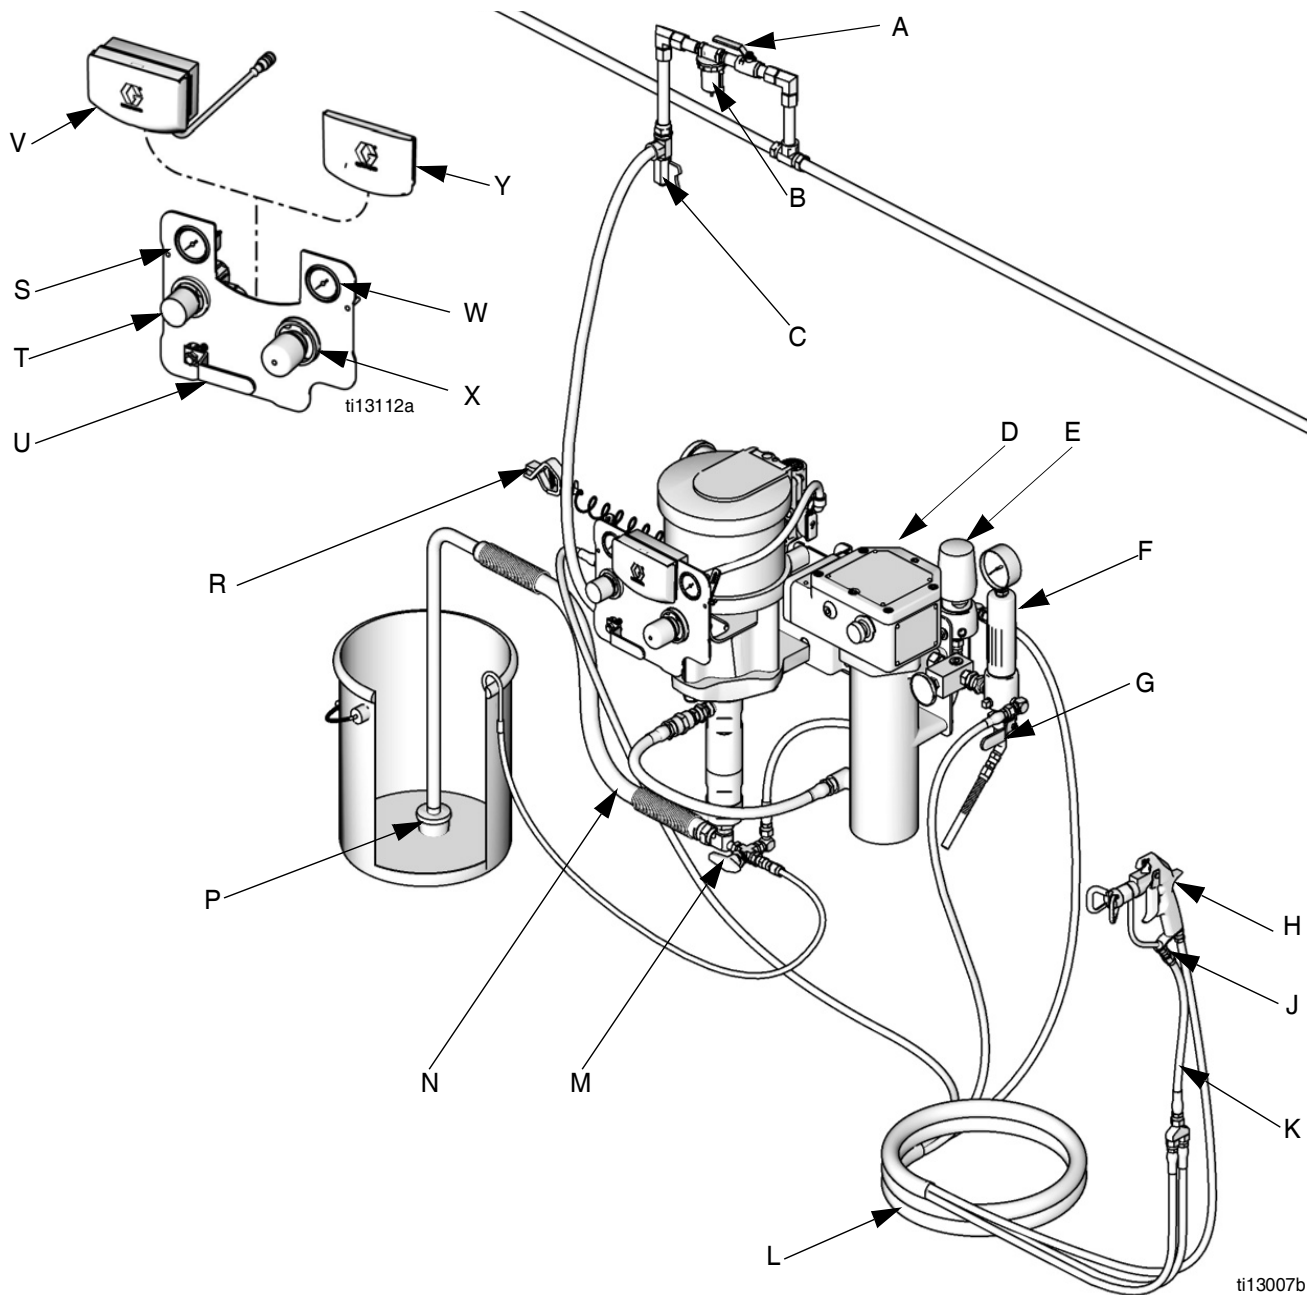

FIG. 1. Installazione tipica (il pacchetto potrebbe non includere tutti gli elementi illustrati)
La FIG. 1 è solo una guida per la selezione e l'installazione delle parti e accessori del sistema. Contattare il distributore Graco per l'assistenza nella progettazione di un sistema adatto alle proprie necessità specifiche.
Vedere FIG. 1. I componenti variano in base al pacchetto ordinato. Vedere le tabelle nelle pagine da 6 a 7. Il pacchetto può includere:
Vedere FIG. 1, pagina 9.
2. Vedere FIG. 1. Aprire la valvola di ventilazione principale del tipo a spurgo (U).